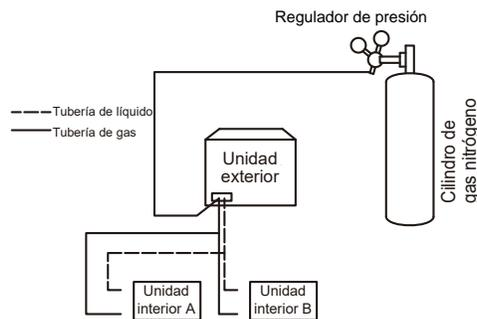

Figura 46
4. Utilice tapones ciegos para bloquear todas las aberturas del lado de líquido (gas), excepto la abertura de la unidad interior que está más alejada de las unidades exteriores ("Unidad interior A" en la Figura 46).